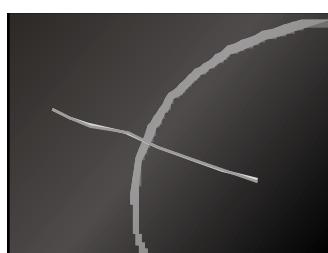

Fig. 10
- O esfregão de aço, as esponjas de limpeza e os produtos em pó riscam a superfície. Os sprays para o forno não são adequados porque são agressivos e atacam a placa, fig. 10.